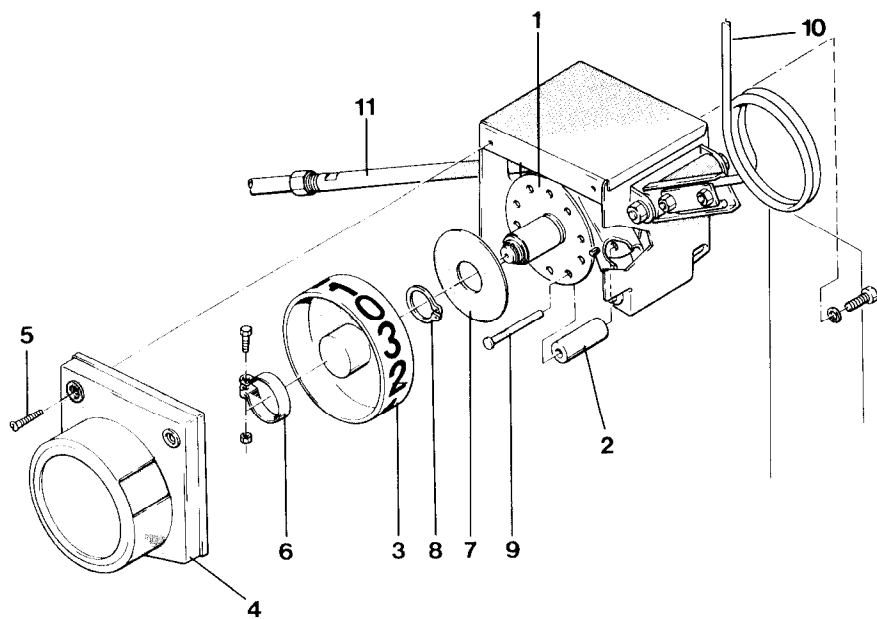

Fig.78
Delingshjulet (Fig. 78/1) er det samme for 2-, 3-, 4- og 6-gange-skift. Skal skifterækkefølgen ændres, behøver man blot at omstikke henholdsvis supplere skifterullerne (Fig. 78/2) på delingshjulet (Fig. 78/1).
For 5-, 7-, 8- og 9-gange-skift er det nødvendigt at udskifte det forhåndenværende delehjul (Fig. 78/1) med et delehjul som svarer til de krævede skift.
Ved hver omstilling til nye skift, er det også nødvendigt at montere den rigtige kontrolstrimmel på viserhjulet (Fig. 78/3).
- Beskyttelsesdækslet (Fig. 78/4) tages af efter at de to skruer (Fig. 78/5) er skruet los.
- Spændebåndet (Fig. 78/6) løsnes og trækkes af med viserhjulet.
- Sikringsskiven (Fig. 78/7) tages af efter at låseringen 24x1,2 (Fig. 82/8) er fjernet.
- De fritliggende skifteruller (Fig. 78/2) lader sig nu omstille efter Fig. 79 efter at boltene (Fig. 78/9) er taget ud.
- Sikringsskiven (Fig. 78/7) og låseringen (Fig. 78/8) monteres.
- Viserhjulet (Fig. 78/3) forsynes med en ny kontrolstrimmel (Fig. 80), og fastgøres på delingshjulet ved hjælp af spændebåndet (Fig. 78/6).